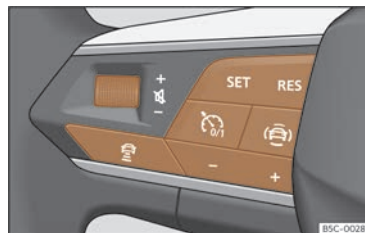

Fig. 130 Al volant multifunció: botons per fer servir l'ACC.
- Premeu la tecla  del volant multifunció >>> **fig. 130**.
- Per començar la regulació premeu la tecla **SET** >>> **fig. 130**.
Per programar la velocitat, premeu els botons + o - >>> **fig. 130** fins a la velocitat desitjada. L'ajust de la velocitat es realitza en intervals de 10 km/h (5 mph).
- Premeu la tecla  i, a continuació, la tecla + o - >>> **fig. 130**.
- Premeu breument la tecla  >>> **fig. 130** o trepitgeu el pedal del fre.